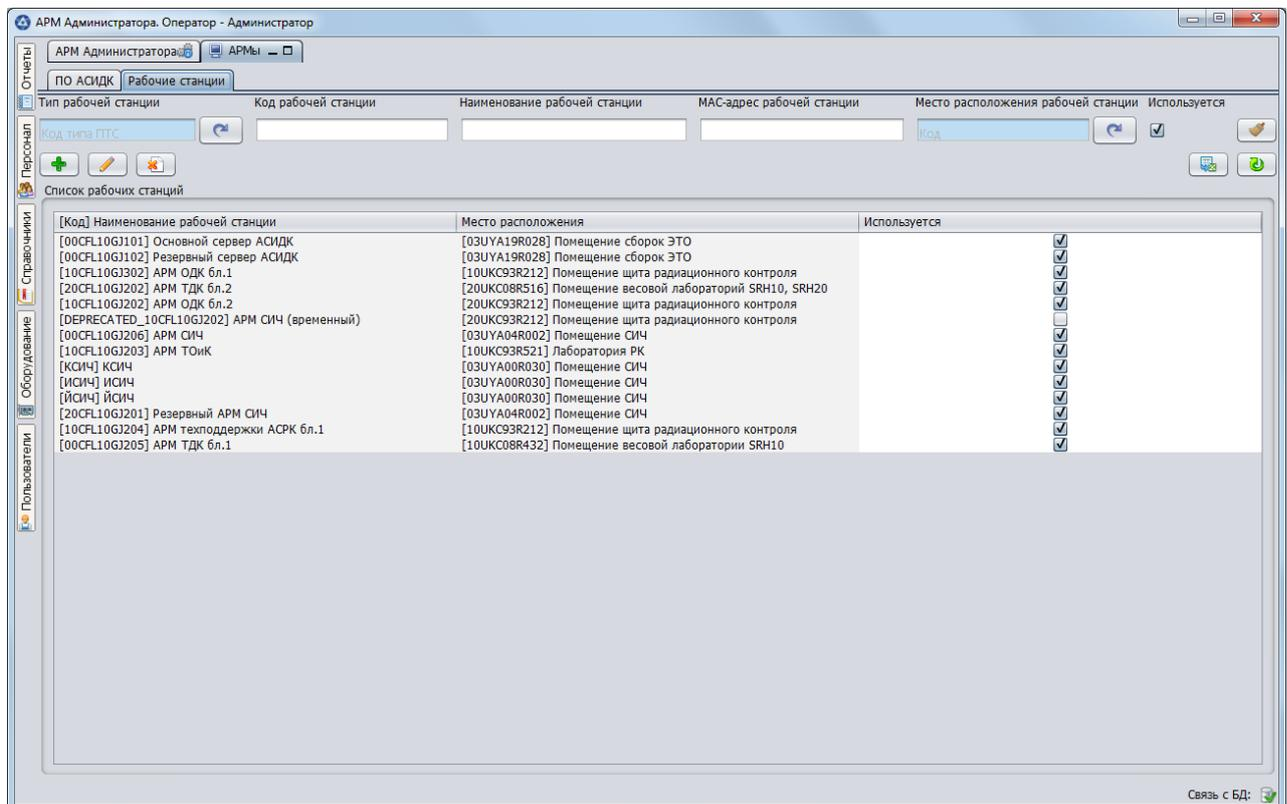

Рисунок 7
3.4.4.1. Панель «Рабочие станции» предназначена для просмотра и управления рабочими станциями, на которых могут запускаться клиенты комплекса. С целью обеспечения безопасности запуск клиентов с незарегистрированных рабочих станций запрещен. Рабочая станция идентифицируется с помощью MAC-адреса. Указанное местоположение рабочей станции может влиять на возможность выполнения действий с нее (например, с АРМ энергоблока 1 АЭС нельзя осуществлять допуск в ЗКД энергоблока 2). Состав панели «Рабочие станции» приведен на рис. 7.